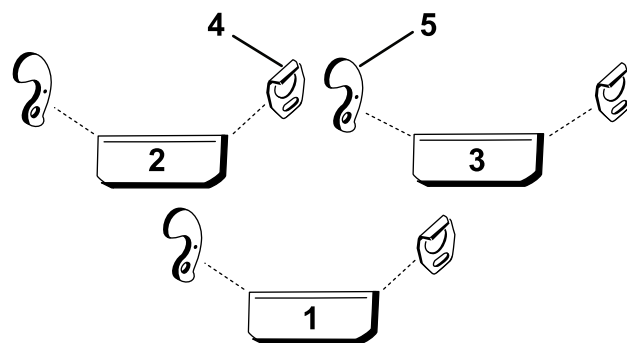

図 3
- 図 3 を使って、カッティングユニット・キャリアフレームのどこにガイドアセンブリまたはブラケットアセンブリを取り付けるのかを確認する。